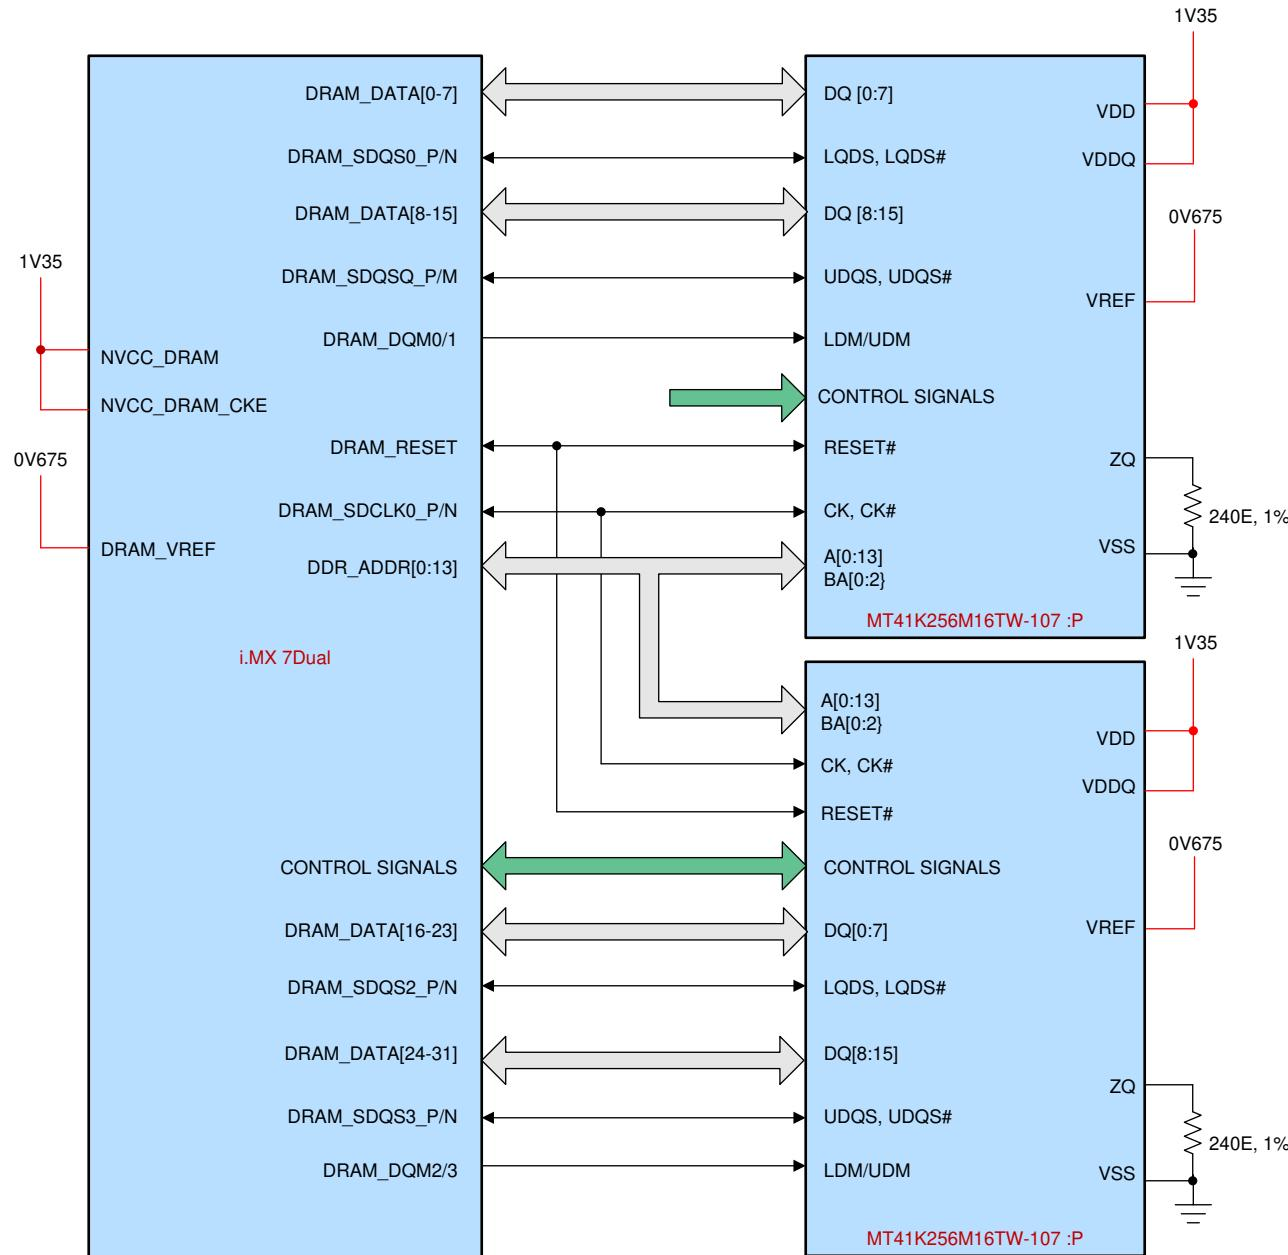

図 2-2. DDR3L インターフェイス
i.MX 7Dual には専用の DDR メモリコントローラが搭載され、LP-DDR2、DDR3、DDR3L、LPDDR3 をサポートしています。これらはすべて、1066MT/s のデータレートのみをサポートしています。このデザインには、2 個の 4Gb x16 (1GB) DDR3L メモリが搭載されています。MT41K256M16TW-107:Micron® 製の P は、現在この設計で使用されている 4Gb DDR3L SDRAM です。このデザインでは、2 個の DDR3L メモリを使用し、この設計に必要な 1GB のメモリを提供します。メモリインターフェイスは、2 チャネルの 16 ビットデータ信号、および共有のコマンド信号およびアドレス信号で構成されています。図 2-2 に、DDR インターフェイスを示します。